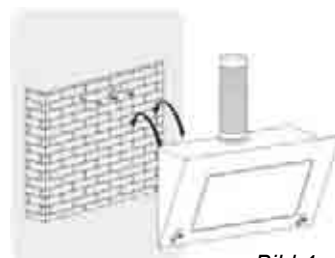

Bild 4
- Fäst spiskåpan på krokarna. Efter att du justera positionen ska du fixera kåpan med en säkerhetsskruv. Se Bild 4.